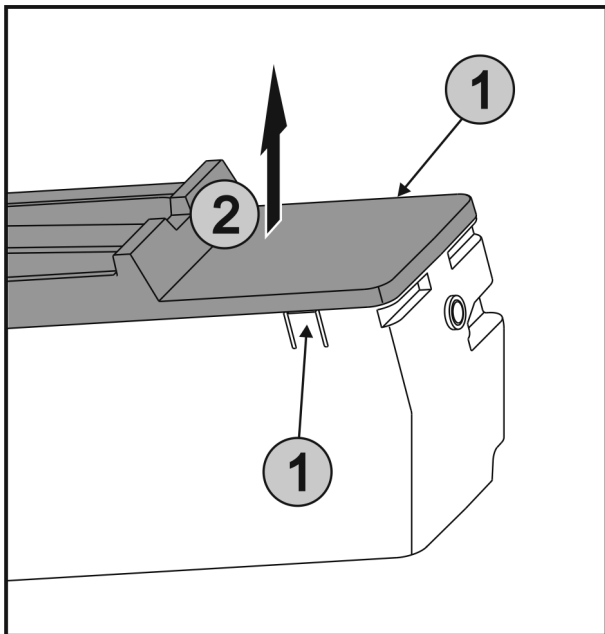

Fig. 40
- ▶ Накладки Fig. 40 (1) з обох боків EasyTwist-Ice натиснути одночасно і кришку Fig. 40 (2) вийняти рухом вгору.